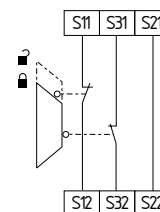

Fig. 16
**Circuito de monitorización de un resguardo de seguridad de dos canales con dispositivo de seguridad con enclavamiento según EN ISO 14119 (véase fig. 16)**